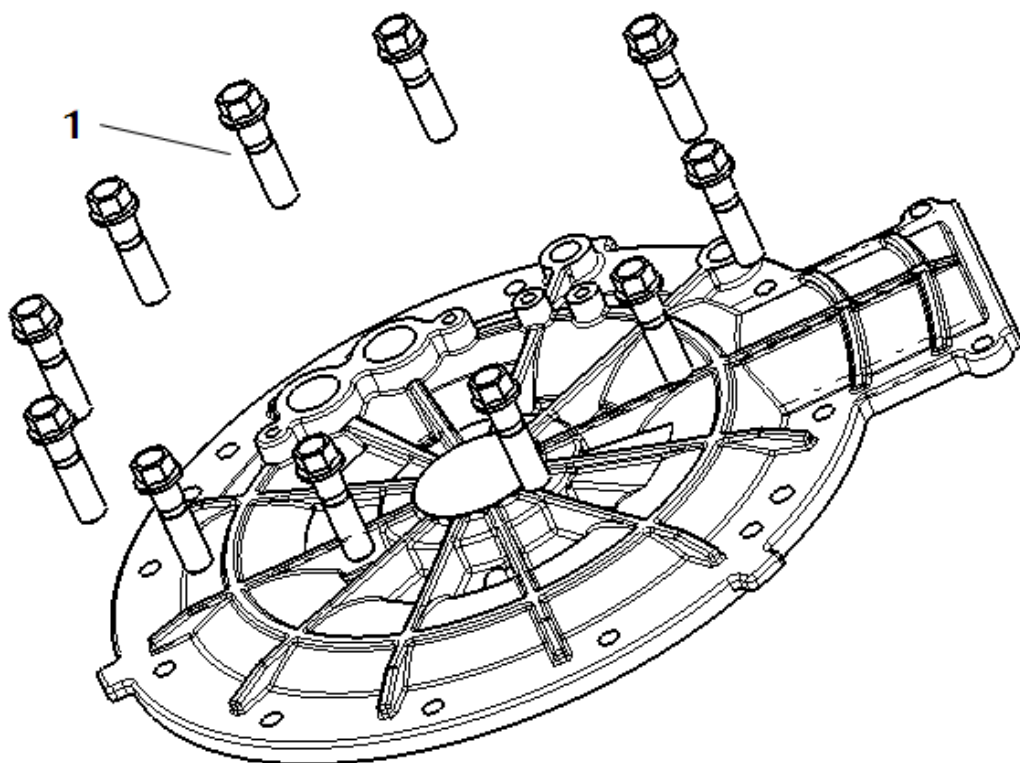

图33
①用扳手将法兰面螺栓扭下。
②用专用工具将端盖从壳体上取下来。由于之前装端盖时在接合面处涂抹了密封胶，在端盖拆下后要对电机内部进行清洁，不得让异物掉入电机内部。
③当对电机内部进行维修完毕后，要对端盖进行安装。安装端盖时：先在箱体接合面处涂抹上密封胶，利用定位销对端盖与箱体进行定位，然后用扭力扳手将 M8\*35 法兰面螺栓（1）扭紧。（见图 33）